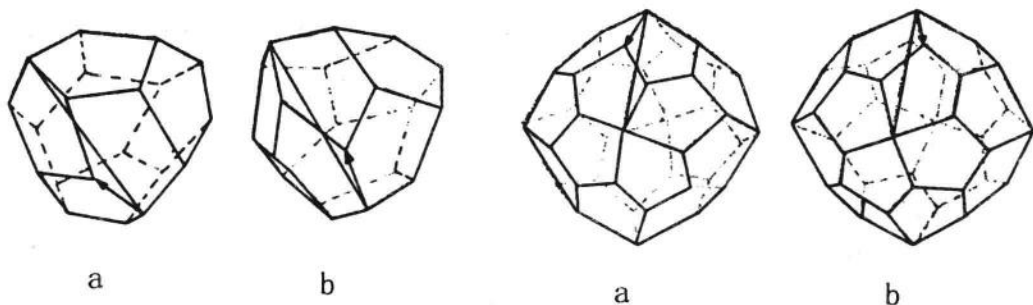

图 8 五角三四面体的左形(a)和右形(b) 图 9 五角三八面体的左形(a)和左形(b)
②、对于五角三四面体, L^3 出露的两角顶间为三条晶棱组成的一条折线,如果,最下面的一条晶棱位于两角顶连线的左侧,则为左形;如果位于右侧,则为右形(见图 8)